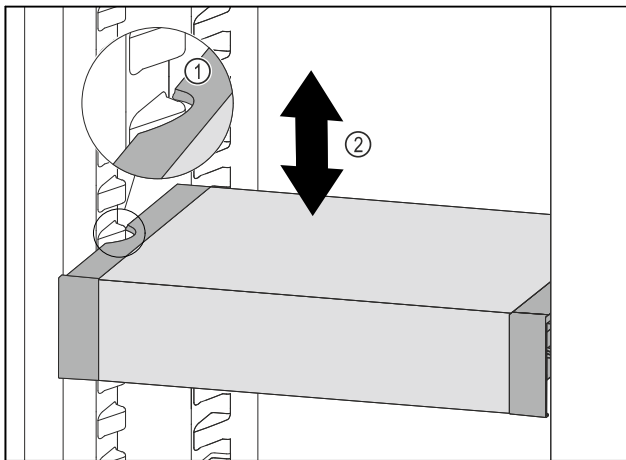

Fig. 97
- ▶ VarioSafe naar voren trekken tot de uitsparingen aan de zijkant van de VarioSafe zich ter hoogte van de rib in het koelgedeelte bevinden. Fig. 97 (1)
- ▶ VarioSafe in het koelgedeelte omhoog of omlaag bewegen tot de gewenste hoogte is bereikt. Fig. 97 (2)